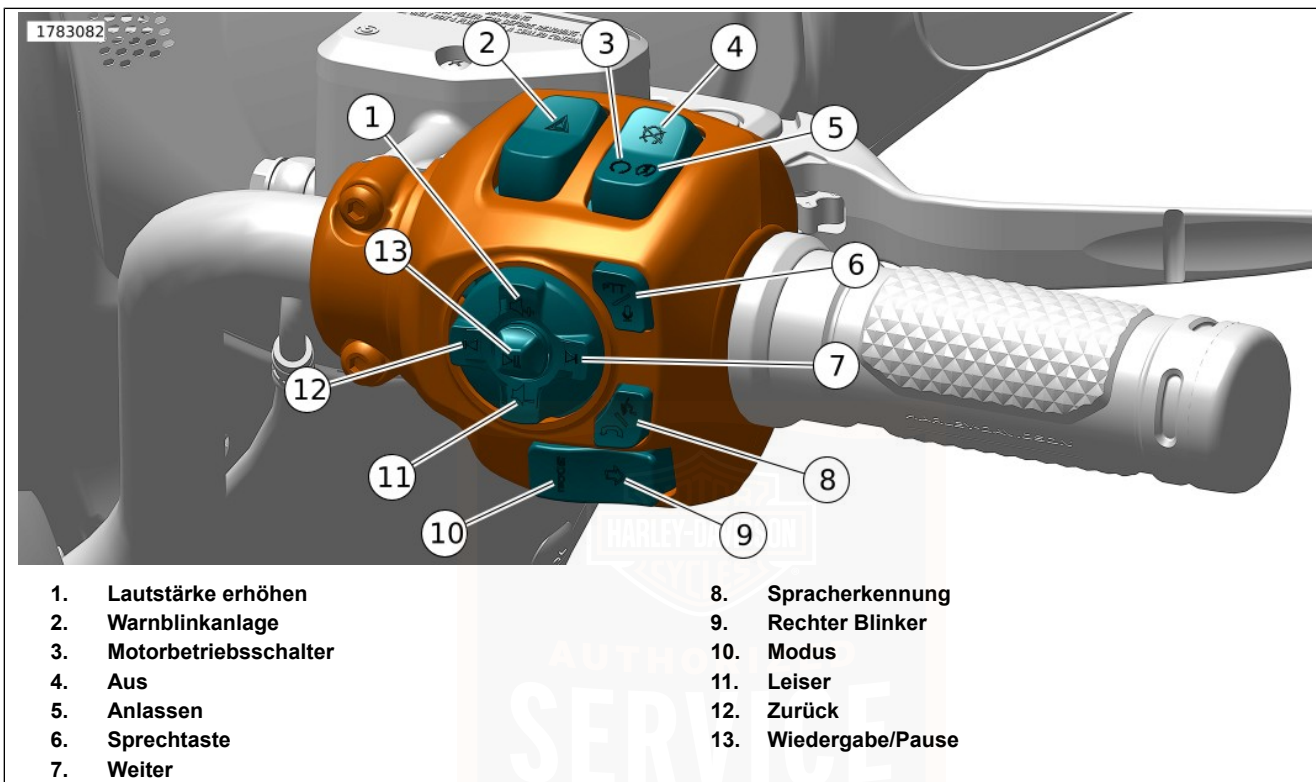

Abbildung 33. Rechtes Handbedienmodul (RHCM)
Siehe Abbildung 33. Der Warnblinkanlagenschalter (2) dient zur dauerhaften Aktivierung der Vierfach-Warnblinkanlage bei einem liegengebliebenen Motorrad. Mithilfe der Warnblinker kann das Motorrad mit ausgeschalteter Zündung zurückgelassen werden, bis Hilfe geholt wird. Siehe Tabelle 26.
1. Während der Motorbetriebsschalter auf RUN (Ein) (3) steht, auf den Warnblinkanlagenschalter drücken, um die Vierfach-Warnblinkanlage zu aktivieren.
Siehe Abbildung 33. Den Motorbetriebsschalter auf OFF (Aus) (4) stellen, um den Motor abzustellen. Siehe Tabelle 26.
Siehe Abbildung 33. Den Motorbetriebsschalter auf RUN (Ein) (3) stellen, damit der Motor starten und laufen kann. Der Motorbetriebsschalter muss sich in der Stellung RUN (Ein) befinden, damit der Motor angelassen und betrieben werden kann. Siehe Tabelle 26.
1. Siehe Abbildung 33. Den Motorbetriebsschalter auf RUN (Ein) (3) stellen. Das Getriebe in den Leerlauf schalten. Die (grüne) Leerlauf-Kontrollleuchte leuchtet auf. Siehe: FUNKTIONSWEISE > ANLASSEN DES MOTORS (Seite 141).
2. Den Anlasser durch Drücken des Motorbetriebsschalters auf START (5) betätigen. Siehe Tabelle 26.
Siehe Abbildung 33. Den rechten Blinkerschalter (9) zur Aktivierung des rechten Blinkers betätigen. Siehe Tabelle 26.
Siehe Abbildung 33. Die „Lautstärke erhöhen“-Taste (1) drücken, um die Lautstärke zu erhöhen. Siehe Tabelle 26.
Siehe Abbildung 33. Die „Weiter“-Taste (7) drücken, um die nächste Mediendatei auszuwählen. Siehe Tabelle 26.
Siehe Abbildung 33. Die „Lautstärke verringern“-Taste (11) drücken, um die Lautstärke zu verringern. Siehe Tabelle 26.
Siehe Abbildung 33. Die „Zurück“-Taste (12) drücken, um die vorherige Mediendatei auszuwählen. Siehe Tabelle 26.
Siehe Abbildung 33. Die „Wiedergabe/Pause“-Taste (13) drücken, um die aktuelle Mediendatei wiederzugeben oder anzuhalten. Siehe Tabelle 26.
Siehe Abbildung 33. Die Sprechtaste (6) dient bei entsprechend ausgestatteten Fahrzeugen der Bedienung der Fahrer/Sozius-Sprechanlage. Siehe Tabelle 26.
Siehe Abbildung 33. Drücken und loslassen, um die Spracherkennungsfunktionen von Skyline OS zu aktivieren.
Siehe Abbildung 33. Die Modustaste (10) drücken, um den Fahrmodus zu ändern. Siehe: FUNKTIONSWEISE > FAHRMODI (Seite 123). Siehe Tabelle 26.
Siehe Abbildung 33. Die Rechten Lenkerbedienelementmodul (RHCM) -Tasten verwenden, um mit Lauter (1), Leiser (11), Nächster (7), Vorheriger (12) und Wiedergabe/Pause (13) die RHCM Einstellungen der Audiomedien anzupassen. Siehe: **BEDIENUNGSANLEITUNG > FUNKTIONSWEISE DER INFOTAINMENT-STEUEREINHEIT (IFCU)** (Seite 177).